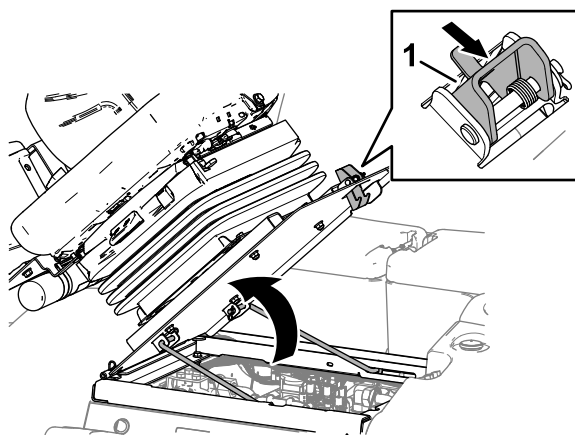

Рисунок 62
1. Переместите фиксатор сиденья наружу (Рисунок 62).